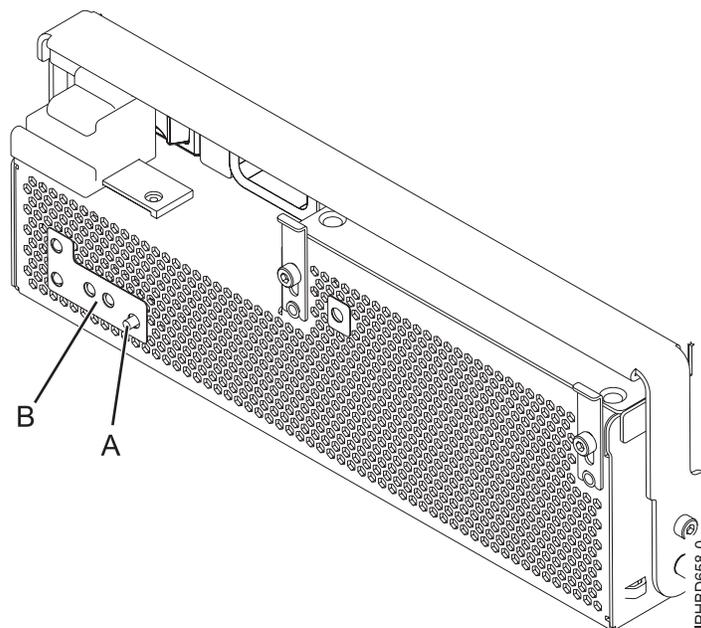

Figure 66. Voyant d'incident du ventilateur
Remarque : Si vous avez remplacé un ventilateur de bloc d'alimentation dans le cadre de cette procédure, examinez le voyant d'incident ventilateur(B) comme illustré à la figure 66. Si le voyant est éteint, ce qui indique que les deux ventilateurs fonctionnent correctement, passez à l'étape suivante. Si le voyant est allumé ou clignote, retirez le bloc d'alimentation électrique de l'unité d'extension et répétez la procédure en commençant à l'étape 5, à la page 79. Si, après avoir renouvelé la procédure, le ventilateur de bloc d'alimentation ne fonctionne pas correctement, contactez votre fournisseur de services.